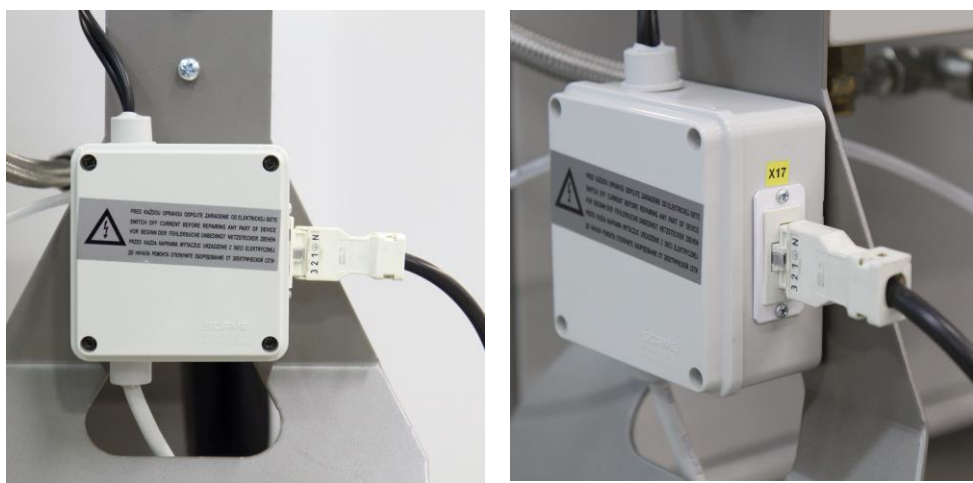

Рис.13
- Подключите модуль компрессора к модулю осушителя с помощью кабеля W22 (рис. 13).